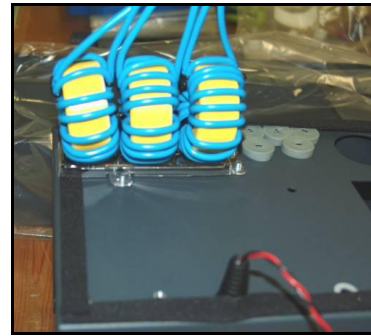

Figura 7.1.20
- 1) Retirar las 4 tuercas de **M4** que fijan las bobinas dv/dt al chasis. (ver figura 7.1.20)